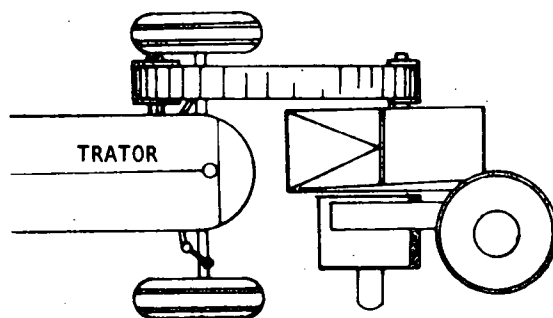

Fig. 1
- a Coloque o trator bem alinhado com a máquina (fig. 1).